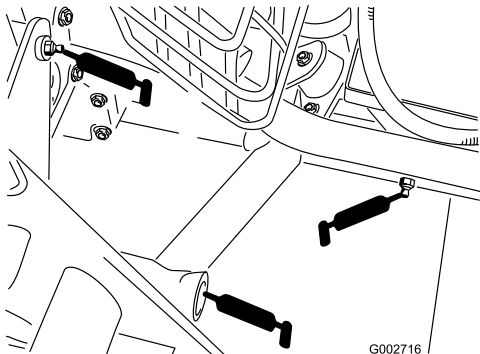

Figura 24
- Enganche trasero (5) (Figura 24)